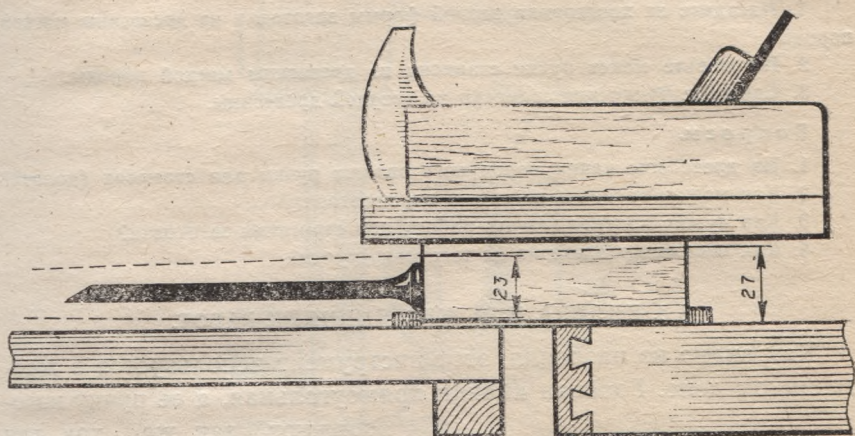

Рис. 13. Разметка ручки и строгание.
1. Разметить толщину ручки и выстрогать плоскость (рис. 13).